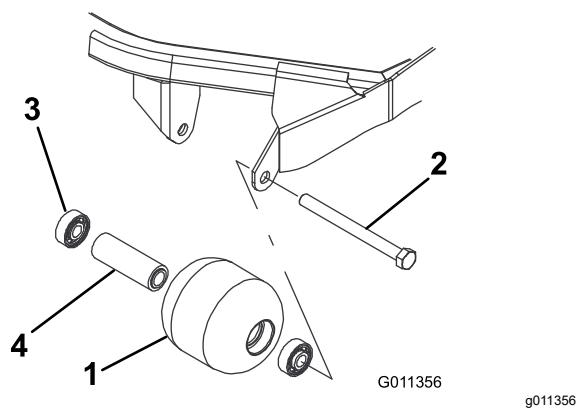

Figura 17
1. Retire o parafuso de montagem do rolo (Figura 17).
4. Verifique se a estrutura dos rolamentos, os rolamentos e o espaçador de rolamentos estão danificados (Figura 17). Substitua os componentes danificados e volte a montar.
1. Introduza o primeiro rolamento na estrutura do rolo (Figura 17). Empurre só a calha externa ou, então, exerça o mesmo tipo de pressão nas calhas interna e externa.
2. Coloque o espaçador (Figura 17)
3. Introduza o segundo rolamento na estrutura do rolo (Figura 17) exercendo o mesmo tipo de pressão nas calhas interna e externa até a calha interna entrar em contacto com o espaçador.